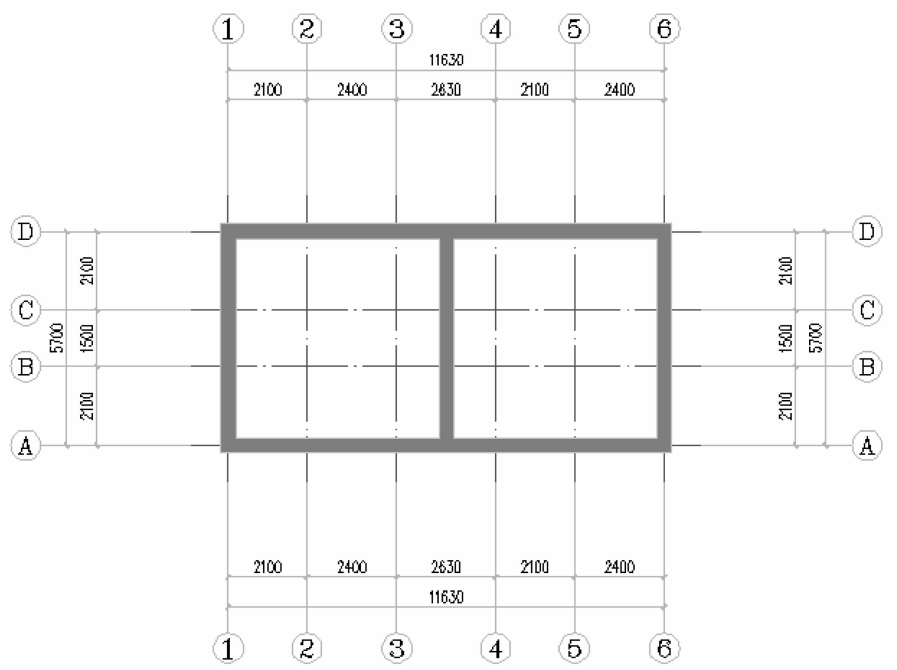
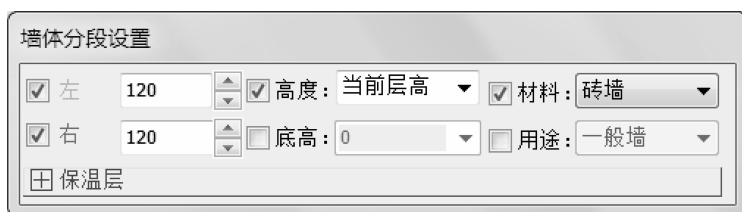

图 3-6 完成等分加墙的结果
图 3-10 “墙体分段设置”对话框
完成等分加墙的结果如图 3-6 所示。
(1)在图 3-6 的基础上进行操作,执行“墙体”→“墙体分段”命令,弹出“墙体分段设置”对话框,如图 3-10 所示。同时命令行提示如下: